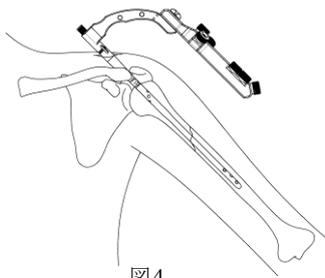

図4
- 4) 選択したネイルに上腕N TD アーム Extension を接続し，ネイルを髓腔へ挿入します。（図4）